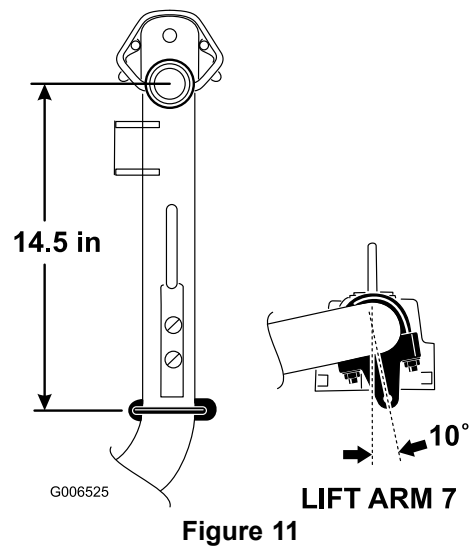

Figure 11
- Sur les bras de relevage n° 6 et 7, positionnez les supports et les étriers filetés à 368 mm derrière l'axe du pivot (Figure 11). Tournez les supports de 10 degrés vers l'extérieur de la machine.